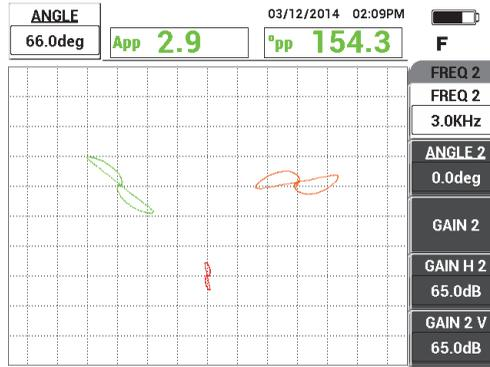

Figure 5-138 Réglage de la phase du signal pour la fréquence 1
3. Appuyez sur la touche ANGLE (◁⊕), et puis réglez le signal de la fréquence 1 (vert) jusqu'à ce que le signal du trou atteigne une phase d'environ 40° (voir la Figure 5-138 à la page 241).